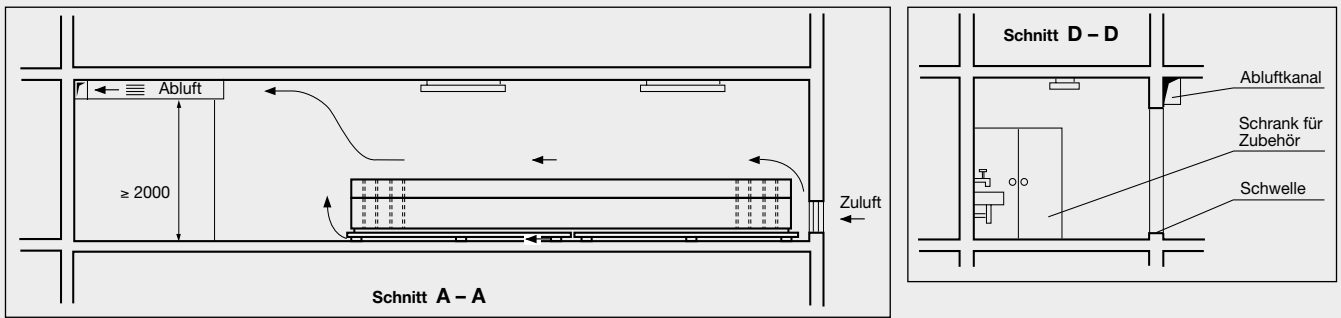

Bild 3
- Zellenanordnung siehe Bild 3.
Die Luftführung ist so zu gestalten, dass die Luft in Bodennähe eintritt, über die Zellen geführt wird und möglichst hoch auf der gegenüberliegenden Seite austritt (siehe Bild 3).